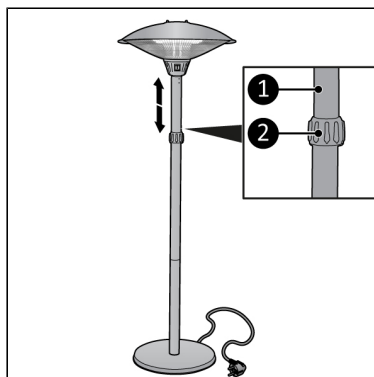

Figure 50.
Tenez compte de la distance minimale lors du réglage de la hauteur (Figure 50).
2. Desserrez l'anneau de réglage (Figure 50, pos. 2) et faites glisser le tube réglable (Figure 50, pos. 1) jusqu'à la hauteur souhaitée.